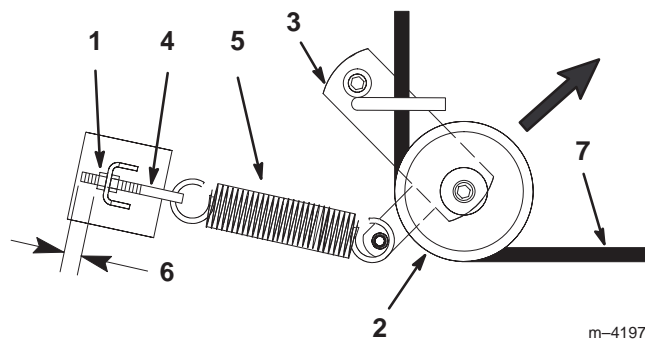
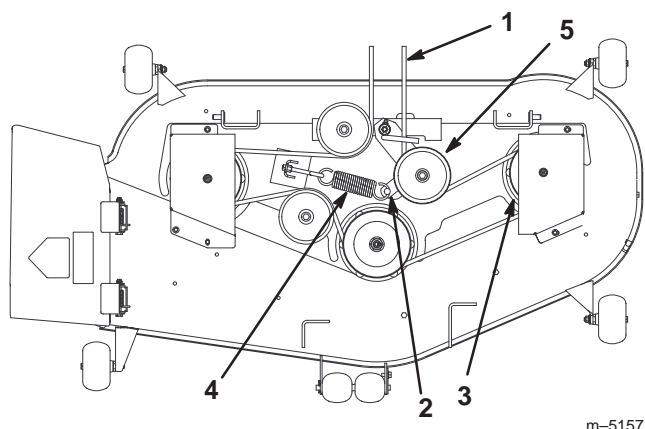

Figure 44
Figure 45
4. Tirez la poulie de tension dans la direction indiquée à la Figure 44 et retirez la courroie des poulies.
5. Faites passer la courroie neuve dans le bras de tension et autour de la poulie de tension (Fig. 44).
6. Tirez la poulie de tension dans la direction indiquée à la Figure 44 et acheminez la courroie autour des autres poulies (Fig. 45).
Remarque : Vérifiez qu'une longueur de 3 mm (1/8 pouce) de filetage du boulon à œil est visible (Fig. 44).